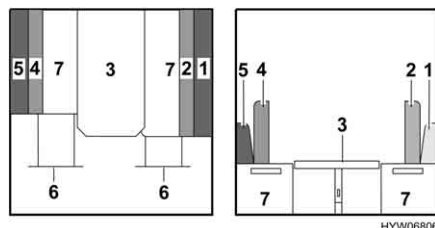

Fig. 38 Durante la trasformazione
- Estrarre la prolunga del cassone letto (Fig. 38,6).